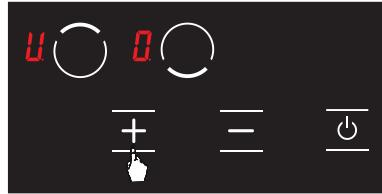

Abbildung 10
3. Danach wird einmal die **+** Taste berührt. Bei dieser Berührung erscheint im jeweiligen Herd das **H** Symbol. (siehe Abb. 10) So wird die Warmhaltefunktion aktiviert.